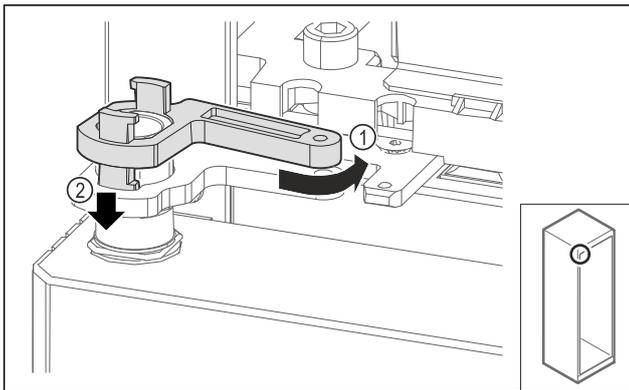

Fig. 71
- ▶ Ξεβιδώστε ελαφρά το κλείδωμα του στηρίγματος Fig. 71 (1), πιέστε προς τα κάτω Fig. 71 (2) και κλειδώστε το στη γωνία μεντεσέ.